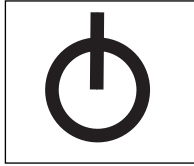

Figure 6 - Icône montrant la position "Off" (Arrêt).
- ▶ tourner l'unité à la position Off (arrêt) (voir la figure 6)